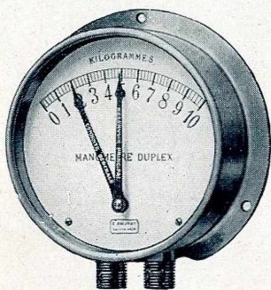

FIG. 225
- Manomètres "DUPLEX", fig. 225.